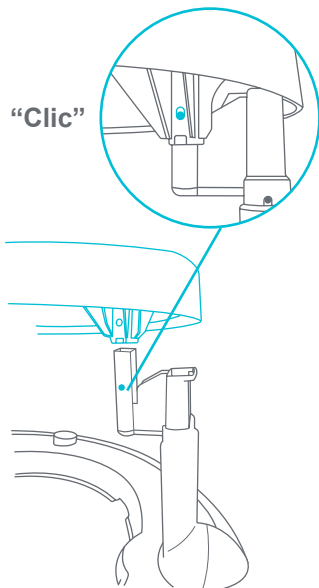

Fig. 1b
- Inserte la tapa superior en las tres patas (Fig. 1b).